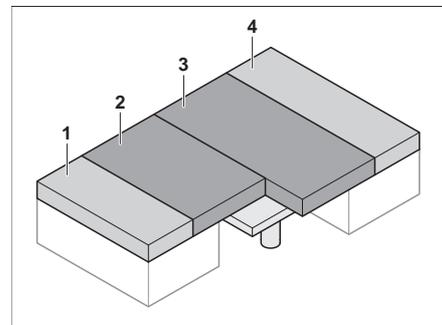

Fig. 80 Après la transformation
- Tirer les coussins d'assise (Fig. 80,2 et 3) vers le centre.
- Placer les coussins de dossier (Fig. 80,1 et 4) entre les coussins d'assise (Fig. 80,2 et 3) et la paroi extérieure.